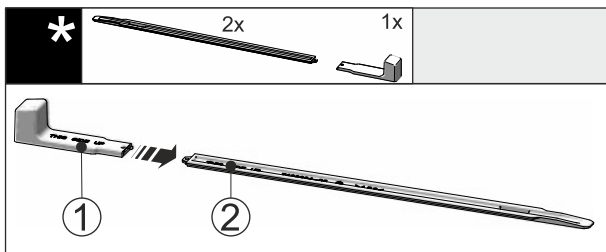

Fig. 49
- ▶ Steek de montagegreep Fig. 49 (1) op de nivelleerrail Fig. 49 (2).